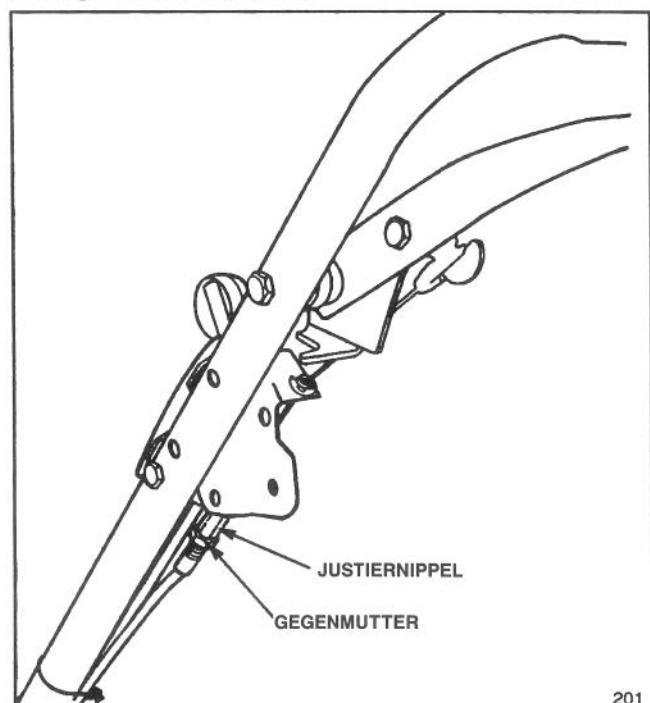

Abbildung 20
- Gegenmutter am Kabeljustierer lockern und Nippel auf und ab drehen, bis der korrekte Abstand zwischen Antriebshebel und Schiebestange gewährleistet ist (Abb. 20).